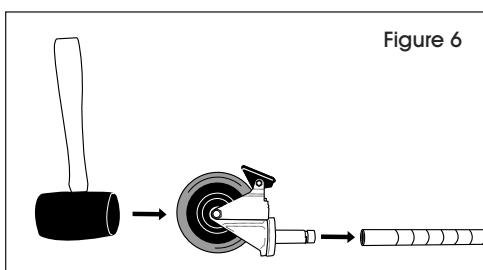

Figure 6
1. Veillez à positionner le montant comme illustré. (Voir Figure 6)
2. Actionnez les freins pour empêcher les roulettes de tourner lors de l'installation. Utilisez un maillet en caoutchouc pour tapoter la tige des roulettes dans les montants. (Voir Figure 6)